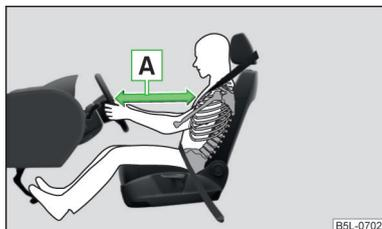

Fig. 8
- Es importante que el conductor y el acompañante mantengan una distancia mínima de 25 cm con respecto al volante o al tablero de instrumentos » fig. 8 A. Si no respeta esta distancia, el sistema de airbag no podrá protegerle. ¡Peligro de muerte! Además, los asientos delanteros siempre deben estar correctamente ajustados a la estatura del ocupante.